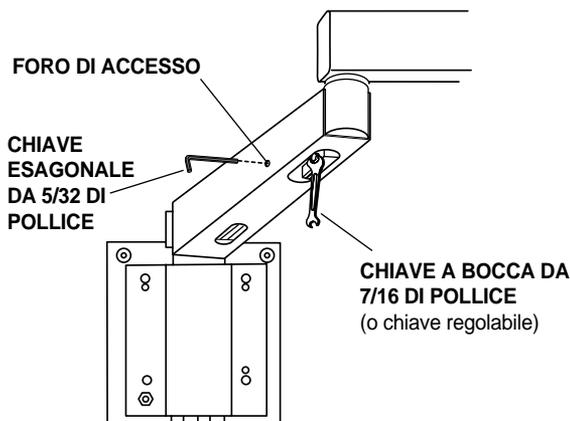

Figura 21. Regolazione del freno del braccio
4. Individuare il dado di regolazione nella parte inferiore del braccio (*vedere la Figura 21*).